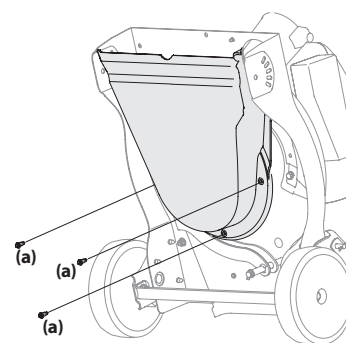

Figura 23
- Incline la unidad con cuidado y apóyela hacia arriba para obtener acceso por la parte inferior al material de montaje del pico y al motor. Retire los tres tornillos con reborde que aseguran el pico de plástico negro a la caja inferior. Vea la Figura 23.